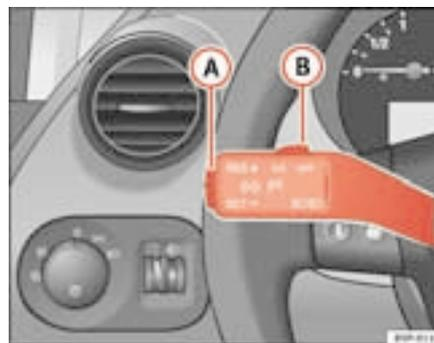

Fig. 140 Alavanca dos indicadores de direcção máximos: comando e interruptor basculante para o regulador de velocidade
- Premir brevemente a parte inferior do interruptor basculante **SET** ⇒ fig. 140 **A** uma vez, quando tiver sido atingida a velocidade que se pretende memorizar.